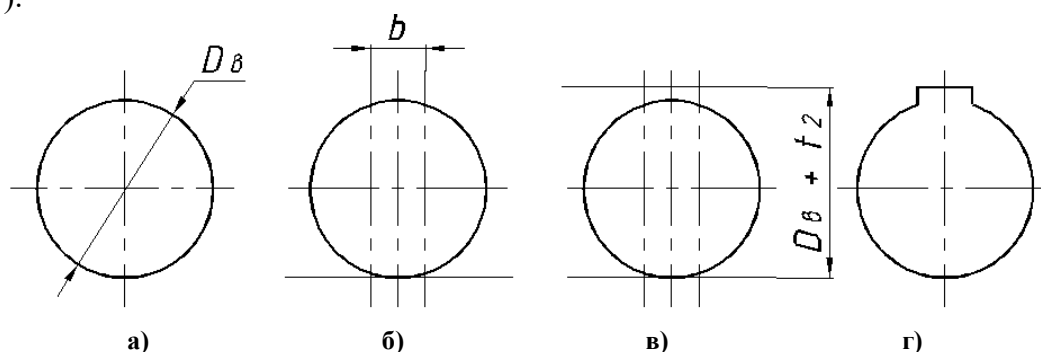

Рис. 91
3) начертить проекцию отверстия для вала диаметром D_v и выполнить шпоночный паз (рис. 91). Использовать команды: **КРУГ**, **ПРЯМАЯ**, **СМЕСТИТЬ**, **ОБРЕЗАТЬ**.
а) В слое **КОНТУР** нарисовать окружность по диаметру вала D_v (команда **КРУГ**), рис. 91 а);
б) Выполнить вспомогательные линии на расстояниях $b/2$ от вертикальной оси командой **СМЕСТИТЬ**, рис. 91 б);
в) В слое **ЧЕРНОВОЙ** провести вспомогательную горизонтальную прямую из нижнего квадранта окружности (команда **ПРЯМАЯ**, опция – **Горизонтальная**), затем провести прямую на расстоянии $D_v + t_2$ (команда **СМЕСТИТЬ**), рис. 91 в);
г) В слое **КОНТУР** командой **ОТРЕЗОК** обвести шпоночный паз. Лишние линии стереть, рис. 91 г).